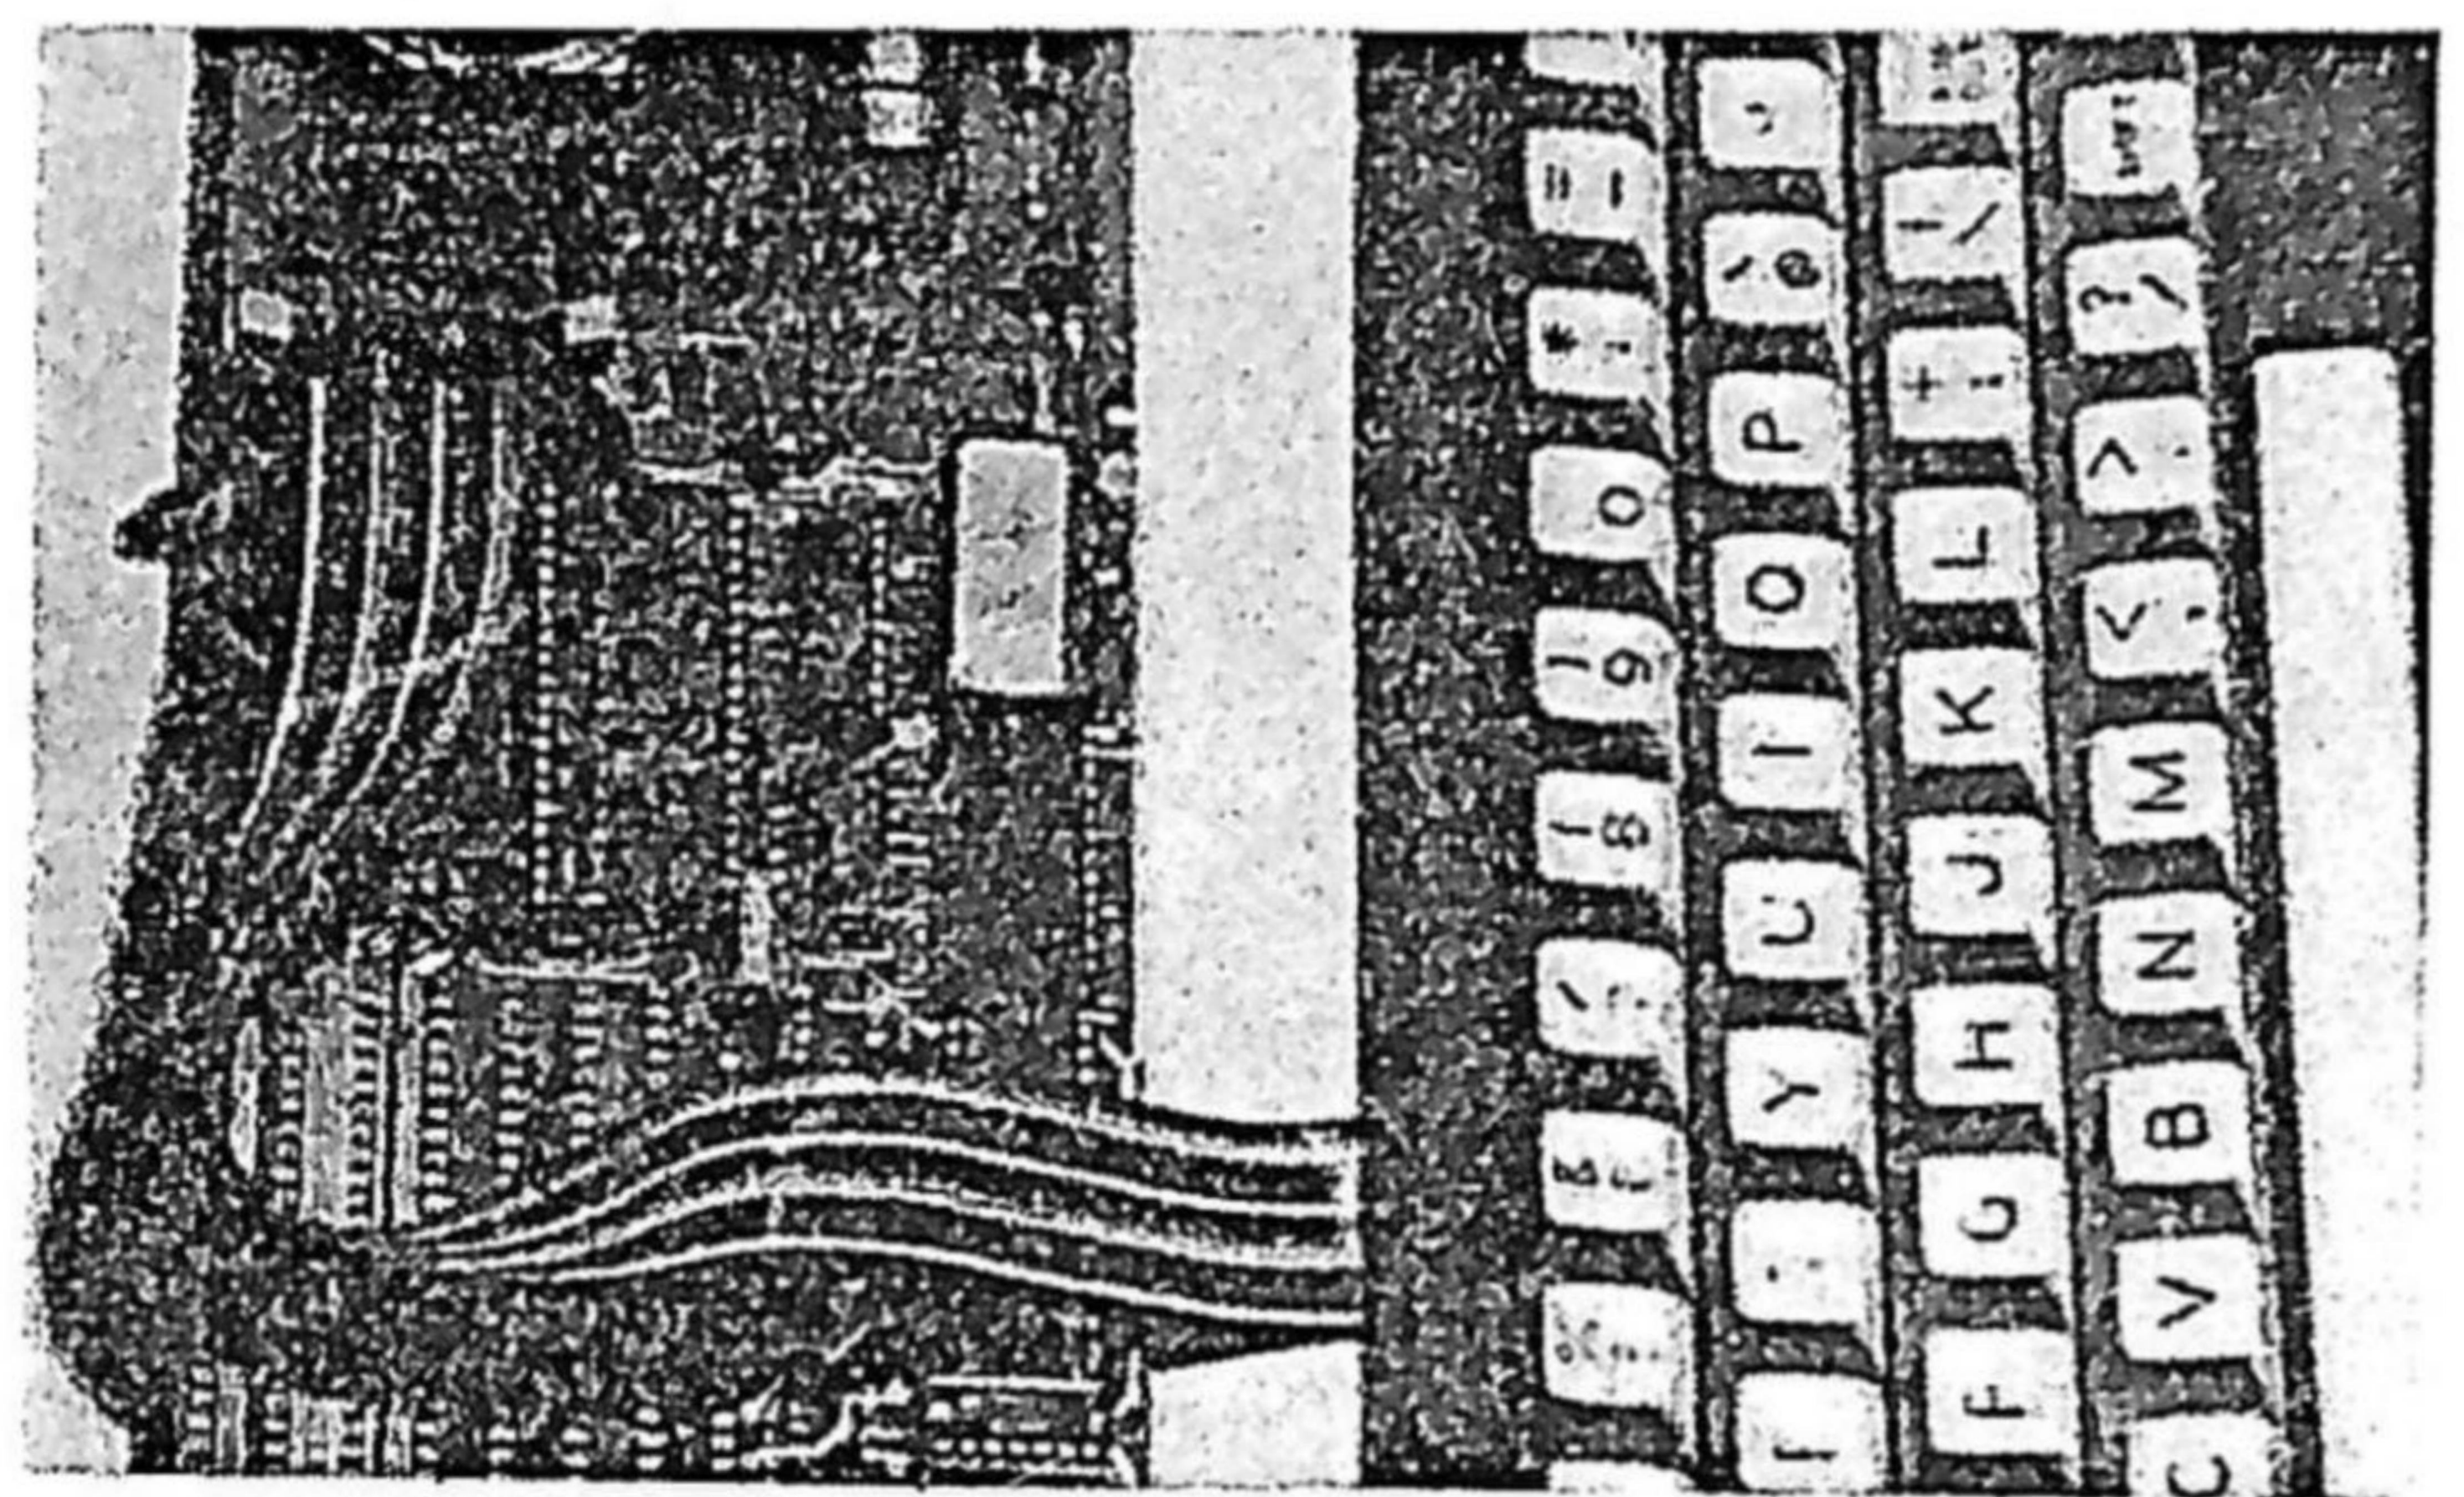

Fig. 4 Extension par le connecteur PB
1. Deux connecteurs liés à l'interface parallèle du 8156 (11 ou 22 lignes à disposition selon que le clavier est utilisé ou non). Ceci convient spécialement bien pour un clavier supplémentaire, une imprimante, des lampes ou relais, des interrupteurs de fin de course, etc. (figure 4).